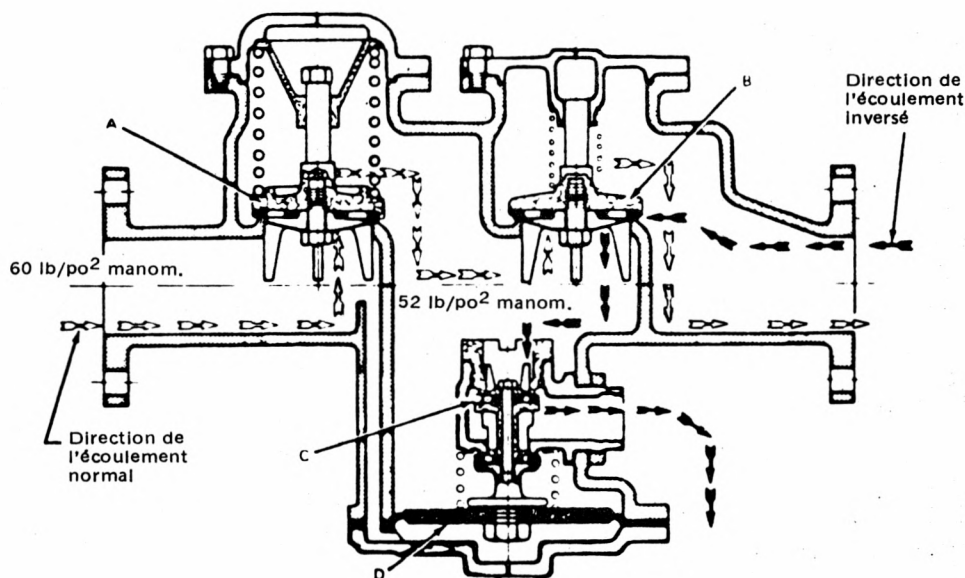

Fig. 10 Dispositif anti-refoulement à réduction de pression
De nos jours, on utilise, comme dispositif anti-refoulement, un dispositif qui agit par réduction de pression (voir la figure 10). Il est constitué de deux clapets de non-retour à ressorts (A et B) séparés par une zone intermédiaire ou zone de pression réduite purgée dans l'atmosphère par un robinet de purge (C). Le fonctionnement du dispositif est basé sur le principe d'hydraulique selon lequel l'eau ne s'écoule pas d'une zone de basse pression à une zone de haute pression.